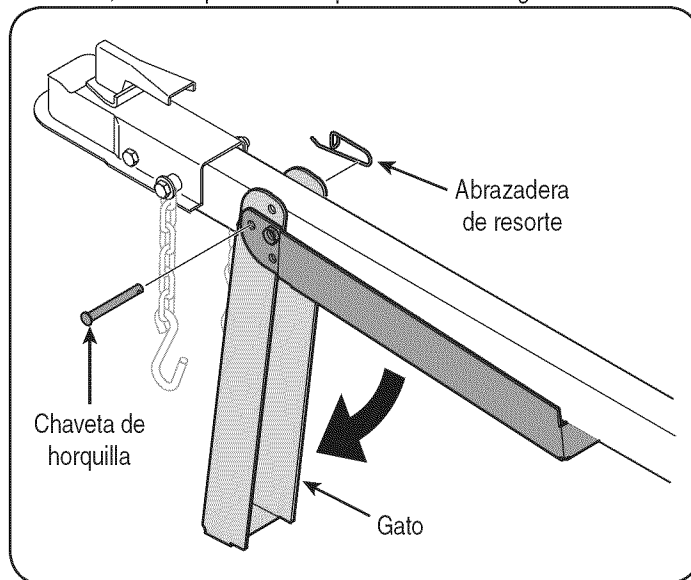

Figura 1
7. Retire del gato que está sobre la lengüeta la abrazadera de resorte y el pasador de horquilla y luego gire el gato hacia el suelo, hasta la posición de operación. Vea la Figura 1.
8. Sujete el gato en su lugar con el pasador de horquilla y la abrazadera de resorte. Vea la Figura 1.